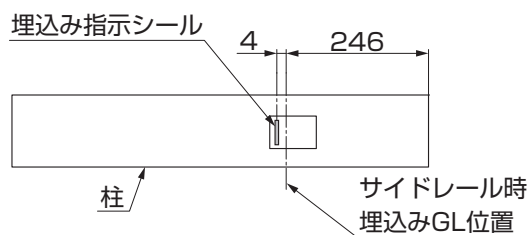

図2-5
- サイドレール仕様は、柱の埋込み基準線より柱が4mm高くなる位置で施工してください。（図2-5参照）